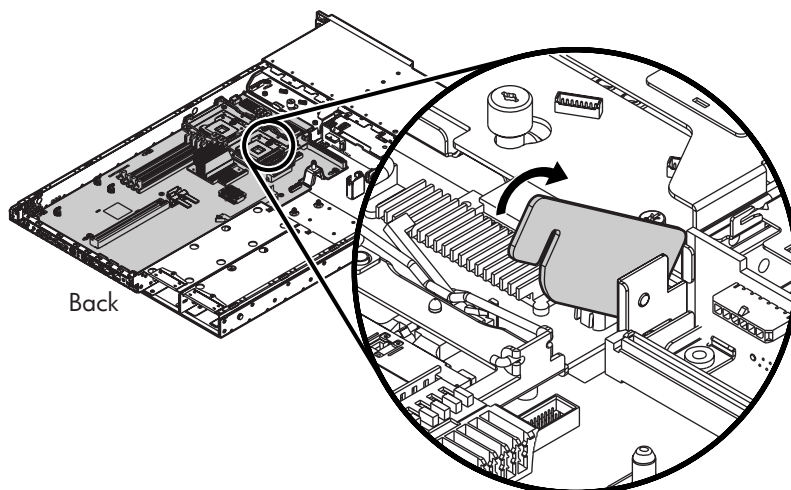

Figure 93 Fiche de retenue du processeur
4. Faites pivoter la fiche qui retient le processeur vers le haut (Figure 93).